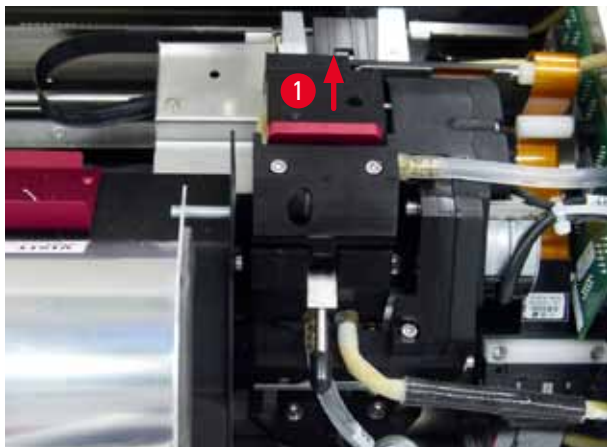

Fig. 49
2. Skrivehodet (→ "Fig. 49-1") beveger seg oppover til en posisjon ca. 1 cm fra leppetetningen (→ "Fig. 49").